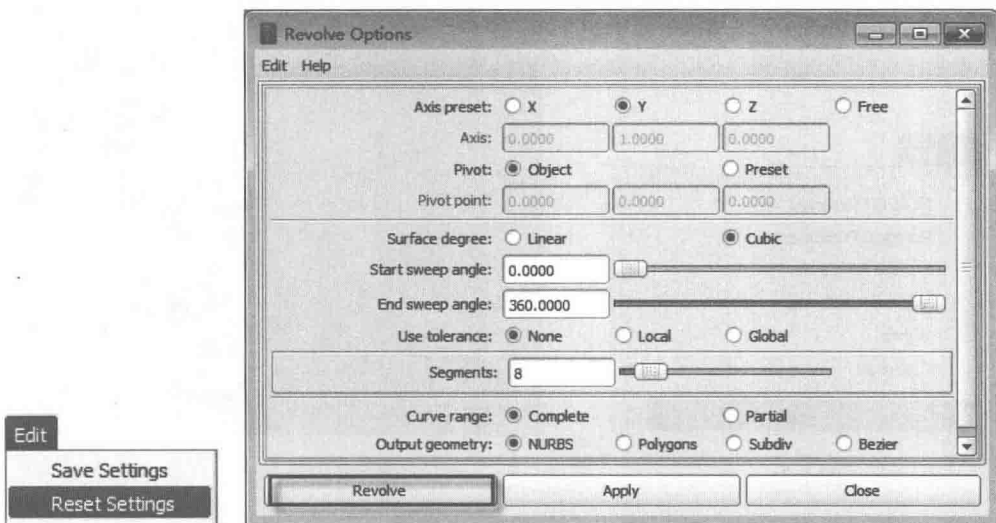

图 1-12
9) 首先将命令参数恢复为“默认”，然后单击选项窗口中的 Edit (编辑) → Reset Settings (重置设置) 命令后，在 Revolve Options 窗口中单击 Revolve (旋转) 按钮完成构建，如图 1-12 所示。